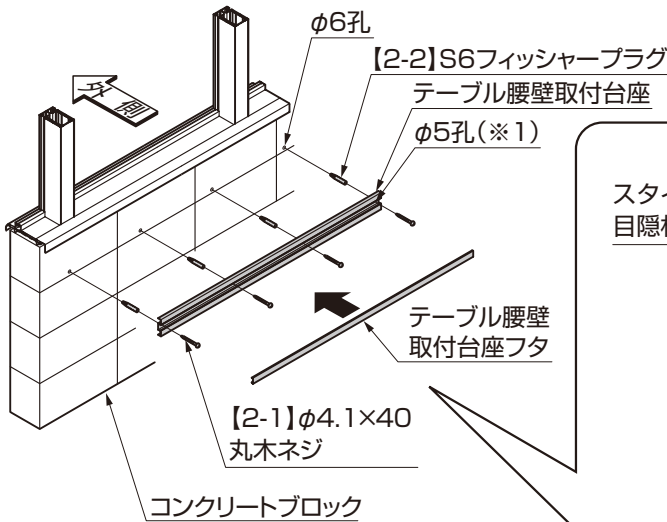

図2-8
- テーブル腰壁取付台座にあける孔は、取付けるコンクリートブロックに合わせてできるだけ等間隔となるようにV溝に4箇所孔をあけ、必ず【2-1】を4本でコンクリートブロックに取付けてください。(図2-8参照)